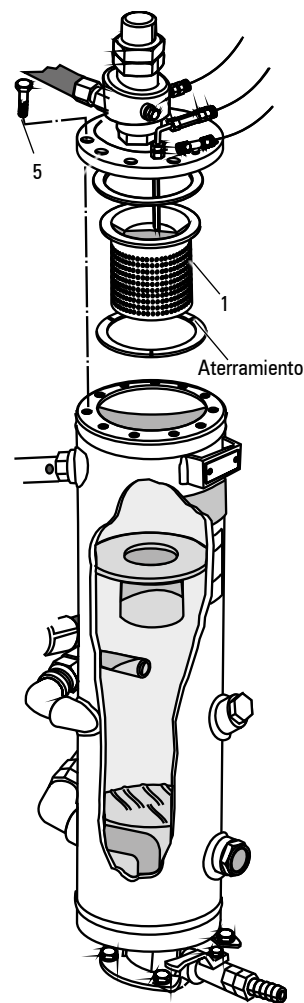

FIGURA 17.5
- Para compresores SRP SRP 4100 y 4200 hay un apoyo en el depósito para facilitar la eliminación de su cubierta, como en la figura 17.5.